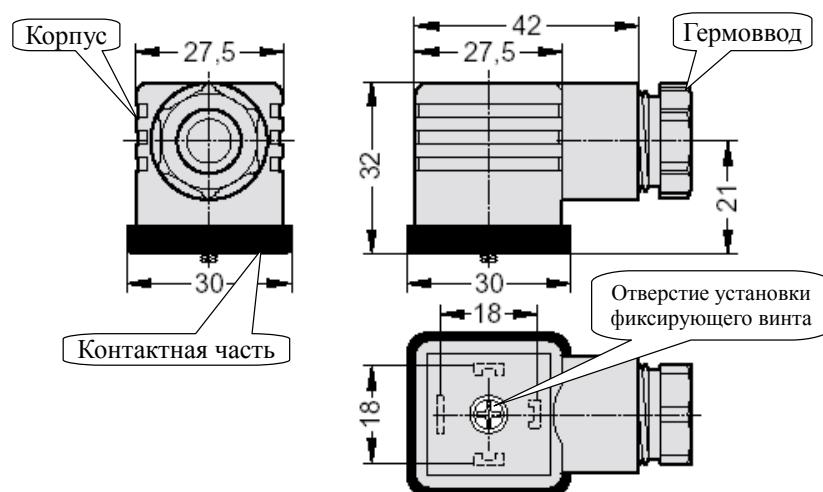
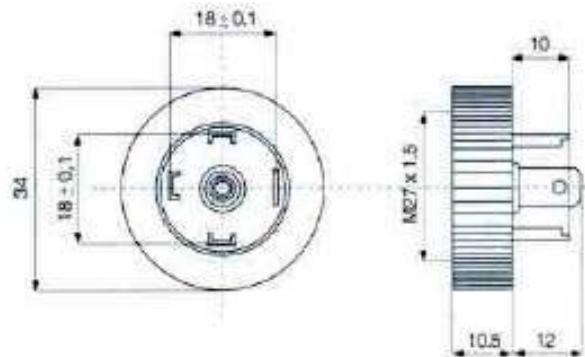

Рисунок 2 - Соединитель электрический DIN 43650 (ISO 4400), форма А
Рисунок 3 - База для соединителя электрического DIN 43650 (ISO 4400), форма А
- Отвернуть и вынуть фиксирующий винт электрического соединителя (Рисунок 2). Снять соединитель с базы (Рисунок 3) и выдвинуть его контактную часть, толкая хвостовик в отверстии установки фиксирующего винта.